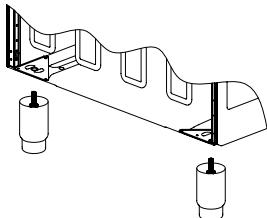
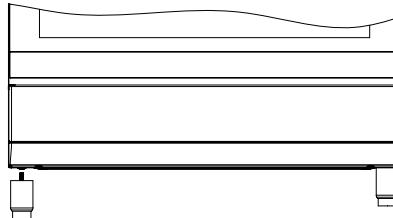

Figure 1
Figure 2
**1.** Les lattes de fixation des pieds sont installées sur le four par le bas de l'appareil comme indiqué sur la (figure 1). Les écrous sont centrés sur ces lattes afin de visser les pieds. Terminez l'installation des pieds en les vissant aux écrous (figure 2).